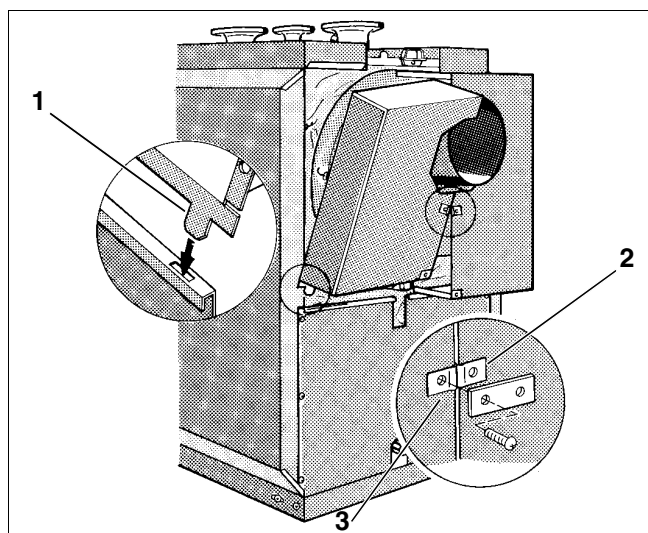

Fig. 18 Montagem do revestimento
- Coloque as duas palas inferiores (fig. 18, **item 1**) das peças superiores da parede traseira na fenda do chanfro da peça inferior da parede traseira.
- Encaixe ambos os ganchos superiores no chanfro do componente da cobertura esquerdo ou direito (fig. 18).
- Aplique porcas de encaixe (fig. 18, **item 2 + 3**) no bordo de divisão sobre os furos.